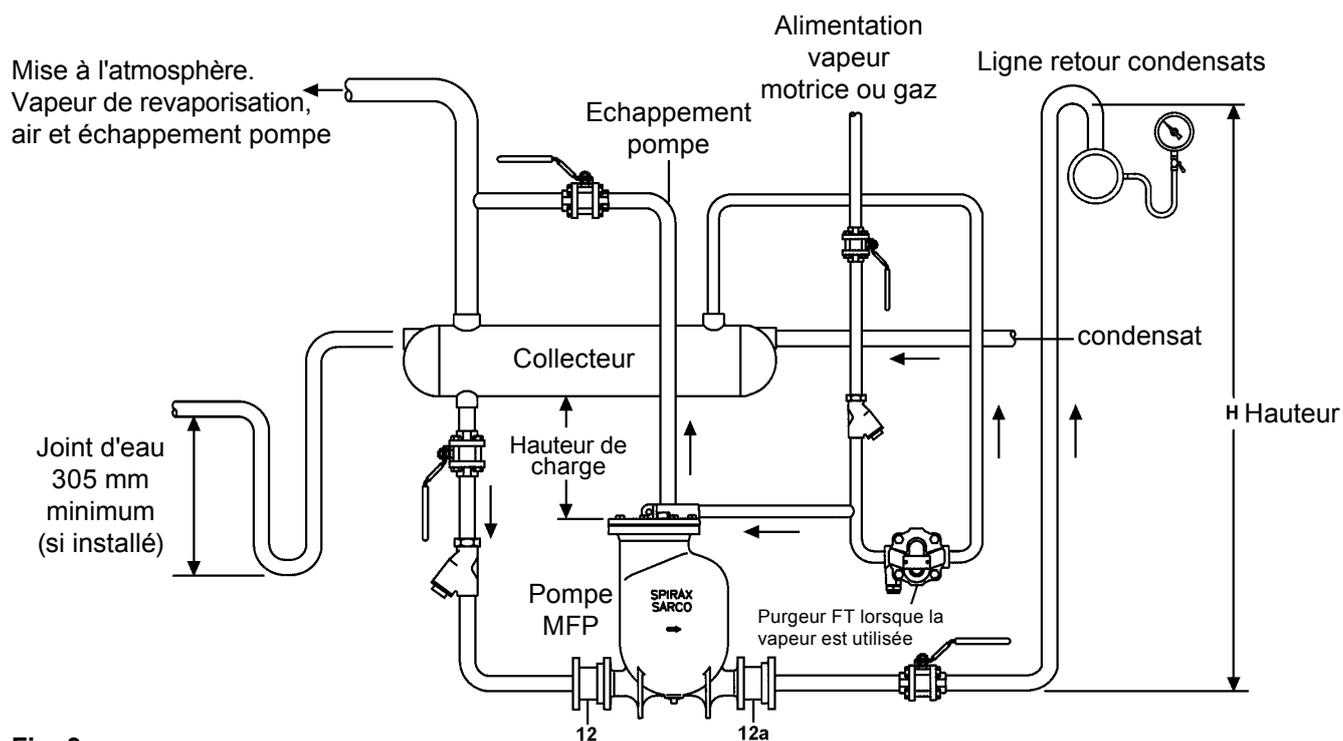

Fig. 3
1. Installer la pompe sous les équipements à purger avec le raccordement à l'échappement vertical ascendant. La pompe devra être installée avec la hauteur de charge recommandée (la distance verticale entre le haut de la pompe et le dessous du réservoir à purger), voir paragraphe 3.2 et la Fig. 3. Pour d'autres variations de hauteurs de charge, se référer au tableau de débit.
2. Afin d'éviter l'engorgement de la pompe pendant la phase de décharge, un collecteur ou réservoir avec évent à l'atmosphère doit être installé dans un plan horizontal au-dessus de la pompe, comme représenté Fig. 3. Pour un bon dimensionnement du collecteur/réservoir, se référer aux tableaux 1 et 2, page 11. Toutes les tuyauteries d'entrée sont de diamètre standard.
Le collecteur doit avoir un volume suffisant pour permettre l'accumulation de condensat pendant le cycle de décharge de la pompe. Le collecteur peut être un morceau de tuyauterie de grand diamètre ou un réservoir. Si désiré, un trop plein peut être installé sur le collecteur comme indiqué Fig.3 ainsi qu'une vidange appropriée. La tuyauterie doit avoir une forme en U de 305 mm de hauteur pour permettre un joint d'eau immédiatement après le collecteur.